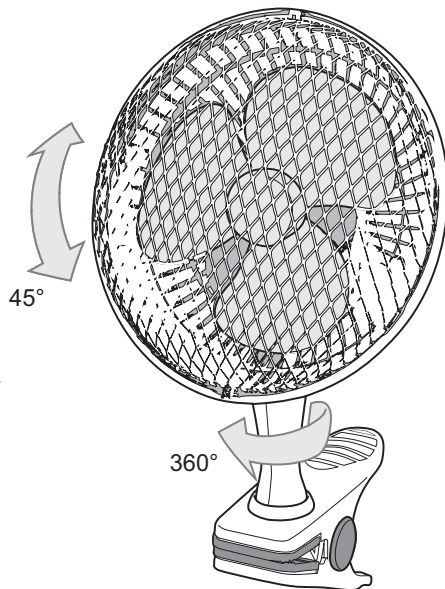

Figure 4
2. Réglez la direction souhaitée du courant d'air (voir la figure 4). Le ventilateur offre les possibilités suivantes :
- b. Tourner à gauche et à droite (360° autour de l'axe) (voir la figure 4).
5. Pour arrêter le ventilateur, selectez position '0' avec le réglage de vitesse (4).